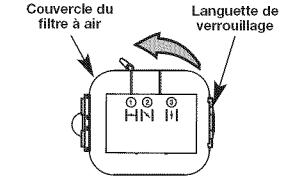

Fig. 17
- Pour ouvrir le couvercle du filtre à air, poussez la languette de verrouillage du côté droit du couvercle vers l'intérieur, puis tirez légèrement sur le couvercle du filtre vers la gauche (Fig. 17).